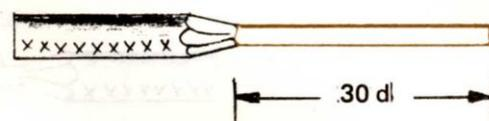

Figura 3
- Pele el extremo del conductor principal, en la zona donde se efectuará la conexión, en una longitud aproximada de 30 veces su diámetro (figura 3).